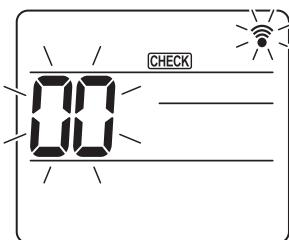
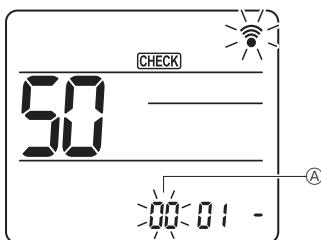
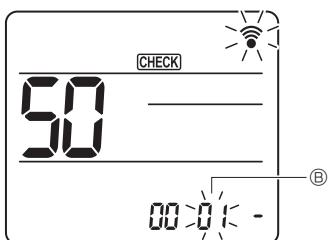
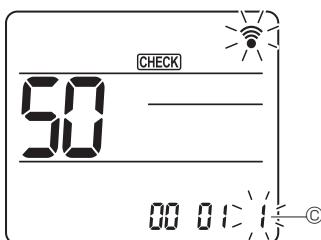

Fig. 7-18
Fig. 7-19
Fig. 7-20
Fig. 7-21
7.4.2. Kablosuz uzaktan kumandada (Fig. 7-18, Fig. 7-19, Fig. 7-20, Fig. 7-21)
- ① Fonksiyon seçme moduna girme
[CHECK] (KONTROL) düğmesi yanar ve “00” yanıp söner. (Fig. 7-18)
Ünite numarasını Ⓛ ayarlamak için Ⓛ düğmesine basın. (Fig. 7-19)
Mod numarasını Ⓛ ayarlamak için Ⓛ düğmesine basın. (Fig. 7-20)
Ayar numarasını Ⓛ değiştirmek için Ⓛ düğmesini kullanın. (Fig. 7-21)